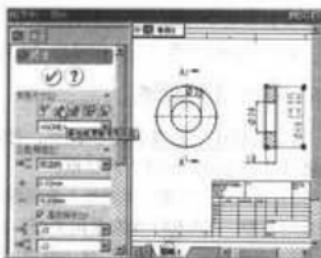

图 6-159 编辑带常用类型的尺寸属性
(2) 编辑尺寸属性，例如公差精度的有效位数由 3 位变为 2 位，如图 6-159 所示，在“设定当前常用类型”选项框中选择“<NONE>”。